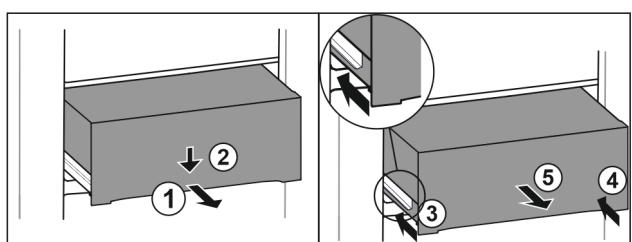

Fig. 103
- ▶ Вывяните выдвижной ящик наполовину. Fig. 103 (1)
- ▶ Вдавите выдвижной ящик в передней части вниз. Fig. 103 (2)
- ▶ Задвиньте левую направляющую прим. на 2 см. Fig. 103 (3)
- ▶ Задвиньте правую направляющую прим. на 2 см. Fig. 103 (4)
- ▶ Извлеките выдвижной ящик движением вперед. Fig. 103 (5)